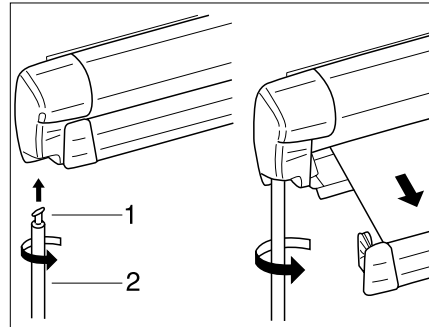

Bild 6 Markise
- ▶ Haken (Bild 6,1) der Kurbelstange (Bild 6,2) in die Getriebebose einhängen und um 90° drehen.